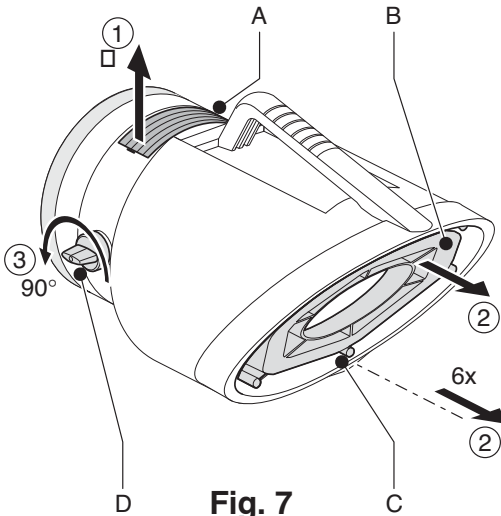

Fig. 7
1. Con un desatornillador, aplique presión a la placa selladora y remuévala (Fig. 7, Elemento A) en la parte superior de la boquilla.
2. Remueva los seis tornillos (Fig. 7, Elemento C) y las aspas de canalización de flujo de aire (Fig. 7, Elemento B).
3. Abra la válvula de cierre de flujo de aire (Fig. 7, Elemento D).
Alimente la lámpara (y cables del sensor, si se utilizan) a través del orificio (Fig. 9, Elemento A) en la parte superior de la boquilla; empuje la abrazadera superior de la cubierta de la lámpara en posición, luego encaje a presión la abrazadera inferior. Vuelva a montar las aspas de canalización de flujo de aire en el extremo abierto de la boquilla, utilizando los seis tornillos (Fig. 7, Elemento C).